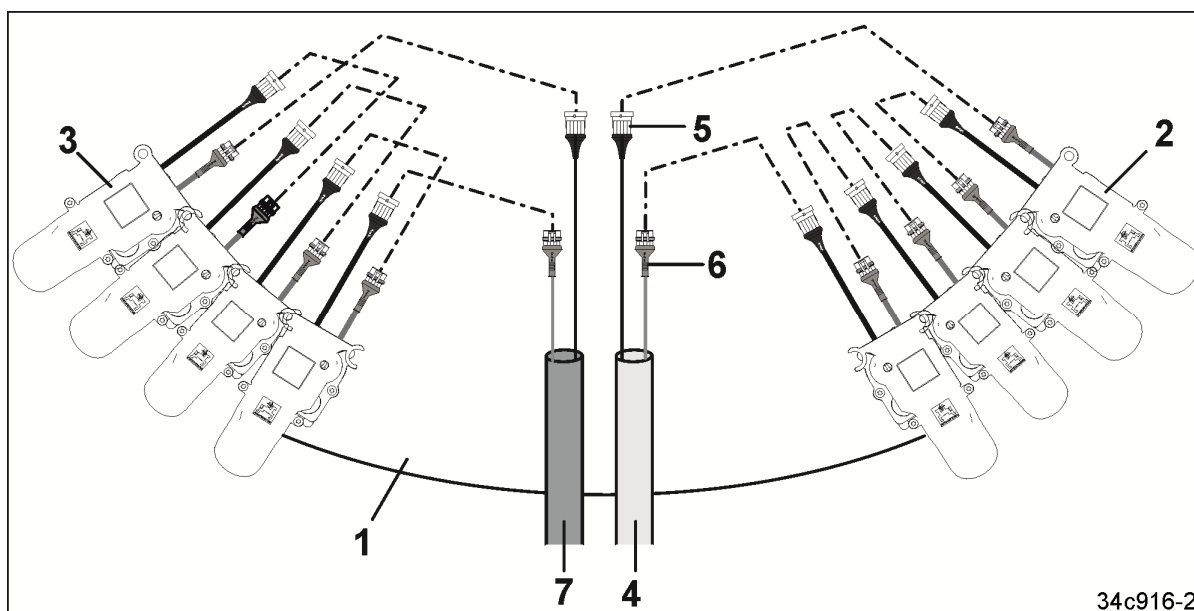

Fig. 250
Fremstillingen viser et fordelerhode (Fig. 250/1) med 4 kjørespørsegmenter (Fig. 250/2) for oppretting av høyre kjørespor og 4 kjørespørsegmenter (Fig. 250/3) for oppretting av venstre kjørespor.
Den høyre maskinkabelen (Fig. 250/4)
- har et støpsel (Fig. 250/5) og en stikkontakt (Fig. 250/6). Støpselet har alltid den lengste kabelen.
Den venstre maskinkabelen (Fig. 250/7) er også merket med tilsvarende påskrift "kjørespor venstre".